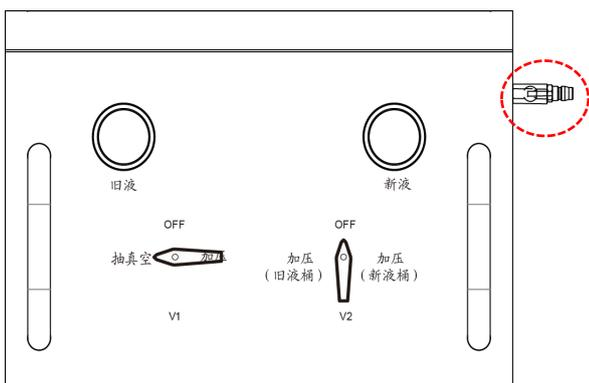
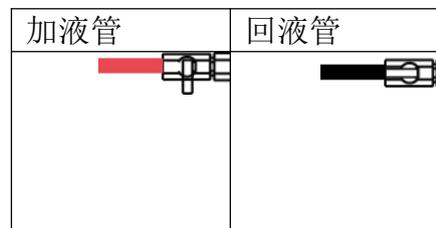

图 6
图 7
3. V1 向左旋转至“抽真空”，打开气源及回液管（黑）手阀，真空度将达到 20 InHg，车内旧液流入设备旧液桶，车内管路逐渐成干瘪状态。当液体停止流动时，关闭所有阀门（如图 6、图 7）；